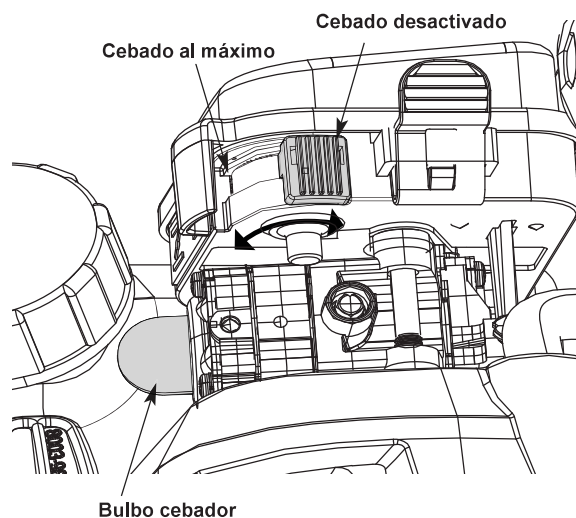

Fig. 10
3. Presione y suelte lentamente la perilla de cebado 10 veces. (Fig. 10).
4. Lleve la palanca de estrangulación a la posición de estrangulación total. (Fig. 10).